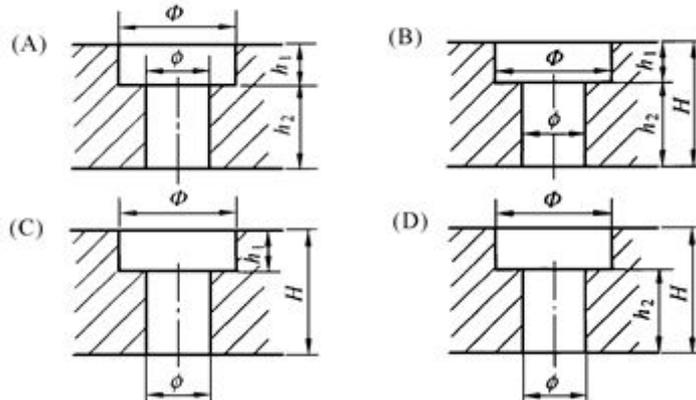

图 A-4
51.分析图形中的尺寸注法,尺寸注法全部正确的是图 A-4( C )。